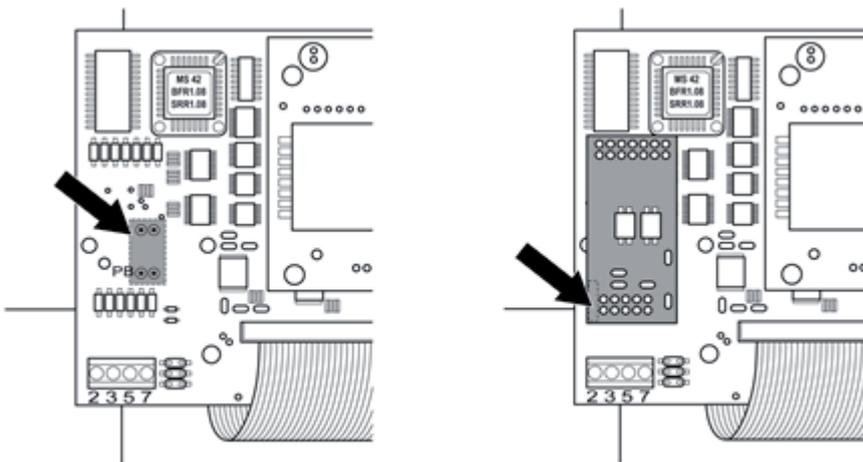

Figura 3: Placa de circuitos impresos de control antes y después de la instalación del PiggyBack
2. Coloque el PiggyBack con el conector múltiple inferior alineado a la izquierda en la placa de circuitos impresos de control del inversor (**Figura 3, izquierda**)
La inscripción “abajo” en la placa de circuitos impresos se debe poder ver en la parte inferior izquierda (**Figura 3, derecha**).